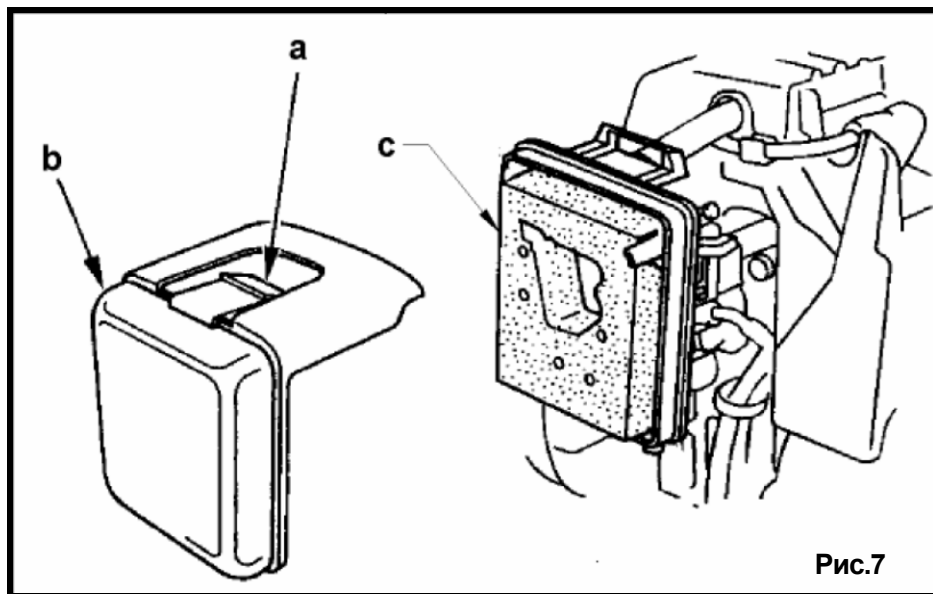

Рис.7
1. Нажмите на защелку (а) в верхней части крышки воздушного фильтра (b) и снимите крышку (рис.7).